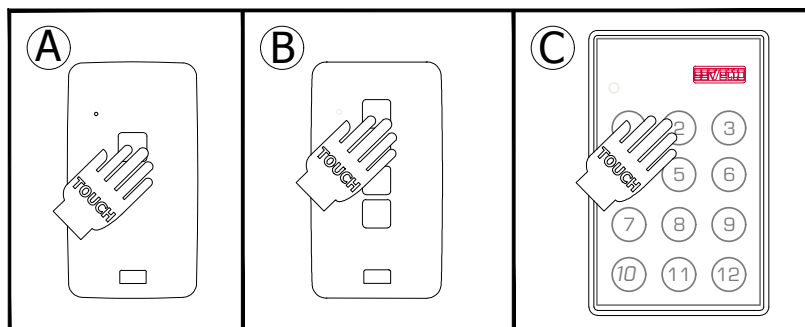

Fig. 23
- 2 - Pulsar el botón deseado del mando a distancia (Fig. 23), se escuchará otro "BIP"
Mandos a distancia disponibles (Fig.23):